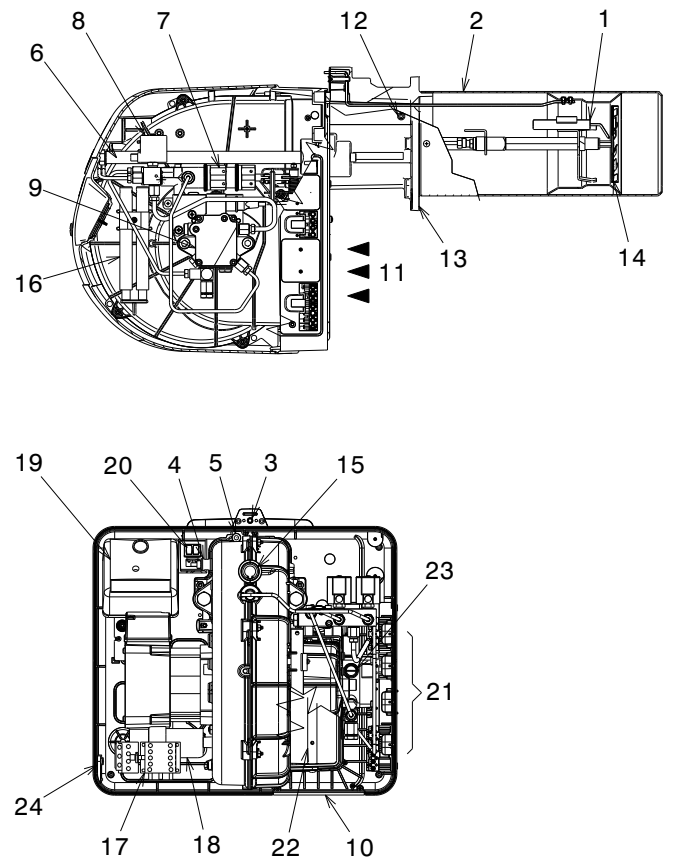

Fig. 4
l'allumage du bouton (**LED rouge**) du contrôle flamme 19)(Fig. 4) signale que le brûleur est bloqué.
**Blocage moteur** (RL 44 MZ triphasé) : pour débloquer, appuyer sur le bouton du relais thermique 17)(Fig. 4).